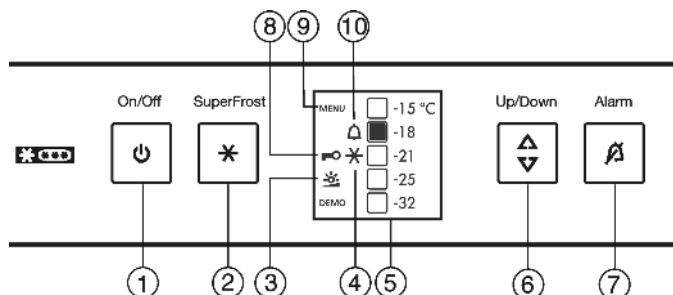

Fig. 3
- Symbolet SuperFrost Fig. 3 (4) og temperaturen blinker i temperaturdisplayet.